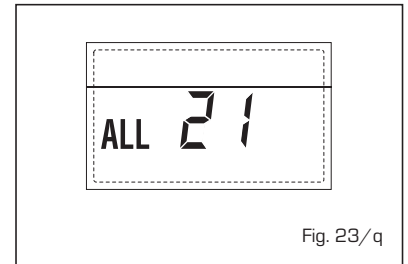

Fig. 23/q
- **INTERVENCIÓN TERMOSTATO DE SEGURIDAD SEGUNDA ZONA MEZCLADA "ALL 22"** (fig. 23/r)